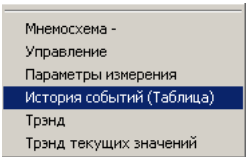

Рис. 15
6.5. Если существует необходимость быстро просмотреть историю изменения какого-то одного конкретного параметра, то можно использовать дополнительное меню, которое можно вызвать щелчком правой кнопкой мыши на отображении требуемого параметра. В появившемся меню, внешний вид которого показан на рис. 15, следует выбрать пункт История событий (Таблица).